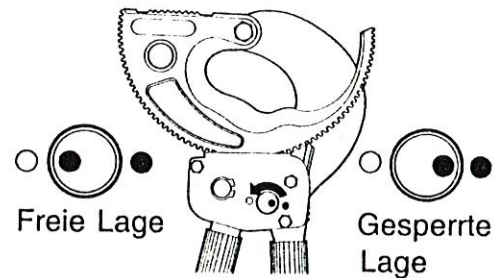

Abb. 3
1. Release hand lever by turning locking knob half-way round until the red dot points to the green one on the cover plate (fig. 3).
1. Den beweglichen Handhebel entriegeln. Die Sperrwelle so drehen, daß der rote Markierungspunkt der Sperrwelle auf den grünen Punkt der Schneidplatte zeigt (Bild 3).